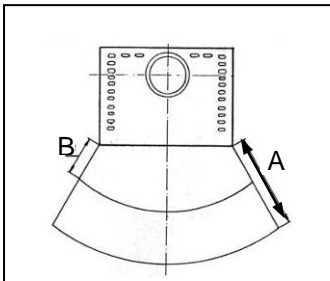

Fig. 2
Per gli elementi costruttivi, i mobili e i tessuti di arredamento infiammabili situati nella zona di irraggiamento della stufa è necessario rispettare una distanza minima di **80 cm (A)**, misurati dal bordo anteriore dell'apertura del focolare. La distanza di sicurezza si riduce ai **40 cm (B)** qualora di fronte all'elemento sia installata una protezione areata (v. fig. 2).